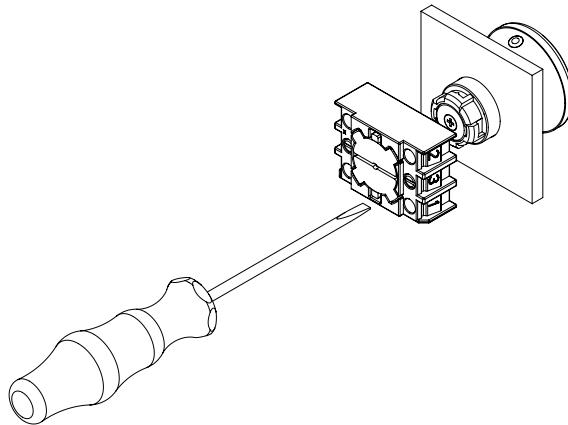

Abb. 1
- Die Montage von Bedienelementen und Montageflansch durch Anziehen der Schrauben des Montageflansches mit einem Schlitzschraubendreher der Größe 2 (siehe Abb. 1).
1. Die Montage von Bedienelementen und Montageflansch durch Anziehen der Schrauben des Montageflansches mit einem Schlitzschraubendreher der Größe 2 (siehe Abschnitt 3.1, Abb.1).